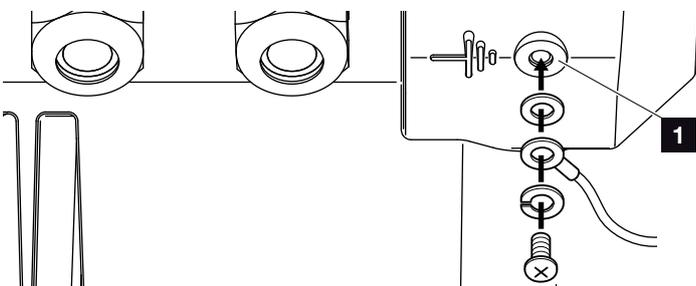

Fig. 24: Conexión PE específica del país
9. En países en los que se prescribe una segunda conexión PE, esta debe conectarse en el punto marcado de la carcasa con el par predefinido de 3 Nm (M6). **!** **📐** Fig. 24, pos. 1